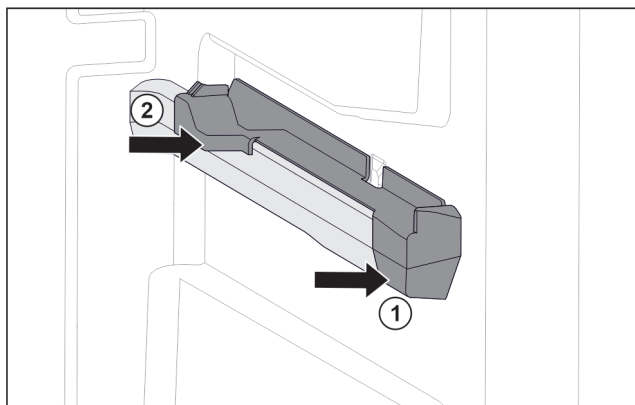

Fig. 42 Násuvný diel na pravom rebré nádoby
- Nasadte násuvný diel vpred na rebro nádoby. Fig. 42 (1)
- Pritlačte násuvný diel vzadu. Fig. 42 (2)